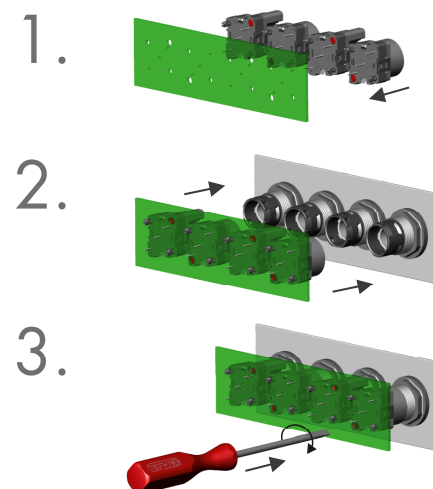

Fig. 9 : Fixation des platines avec verrou
- Exceptions : Les blocs de contact FRTP... sont enfichés et verrouillés avec la tête de commande par un petit boulon qui est tourné en travers d'un trou dans le circuit imprimé (Fig. 9). *5)